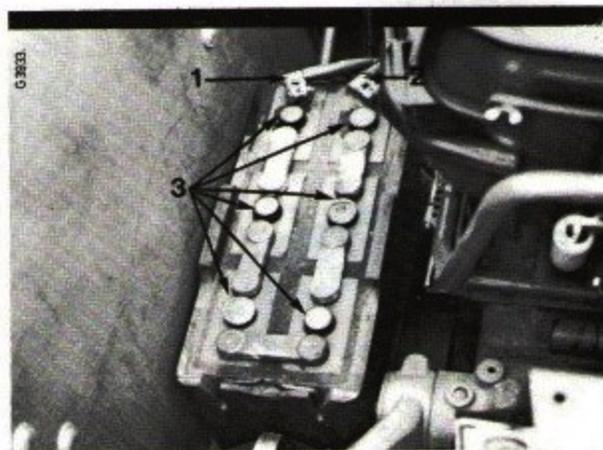

Fig. 92
Débranchez d'abord le câble à la masse puis le câble positif (2) Fig. 92 ou 93. Sortez la batterie.